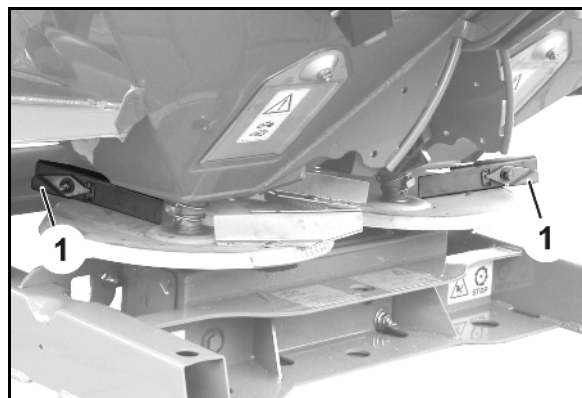

Рис. 28
- левый распределяющий диск (Рис. 28/1) с маркировкой **L**.
- правый распределяющий диск (Рис. 28/2) с маркировкой **R**.
- Длинная (Рис. 28/3) - шкала настройки со значениями от **30** до **50**.
- Короткая (Рис. 28/4) – шкала настройки со значениями от **0** до **20**.